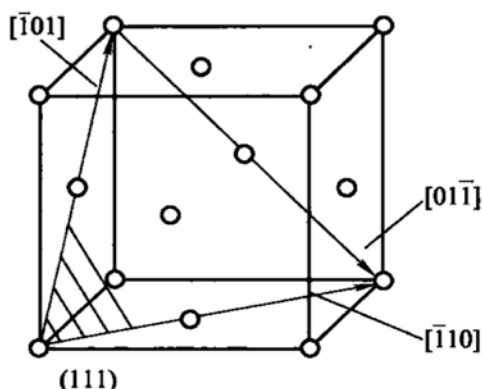

图 19-3 第四题解答图
铜是面心立方晶体, 其单位晶胞如图 19-3 所示。
2. 面心立方晶体发生滑移的一个晶面  $(111)$  以及这个晶面上发生滑移的三个晶向  $[01\bar{1}]$ 、 $[\bar{1}\bar{1}0]$ 、 $[\bar{1}01]$  如图 19-3 中所注。